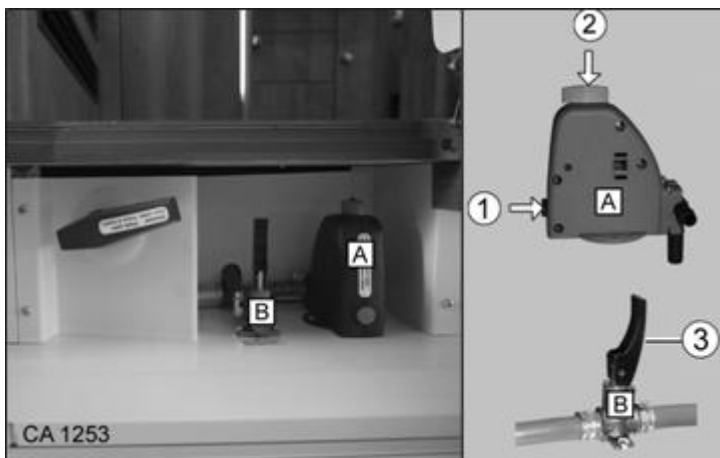

Fig. 121 Robinet de vidange (A) Chauffe-eau/robinets de vidange (B) Circuit hydraulique
Les robinets de vidange (Fig. 121/A et B) sont accessibles par la trappe dans le plancher.
- Placer le culbuteur (Fig. 121/3) des robinets de vidange (Fig. 121/B) uniquement horizontalement ou verticalement. Ne pas les tordre ! Le fait de tordre le culbuteur risque d'endommager le robinet de vidange et va le rendre non étanche. En cas de non-respect, la garantie Carthago prend fin.
1. Fermer le robinet de vidange (Fig. 121/A). Appuyer sur la touche (Fig. 121/1) tout en la verrouillant (Fig. 121/2).
2. Fermer les robinets de vidange (Fig. 121/B). Pour cela, placer les culbuteurs (Fig. 121/3) horizontalement.
3. Ouvrir le robinet de vidange (Fig. 121/A). Pour ce faire, tourner le verrou tournant (Fig. 121/2) dans le sens anti-horaire.
4. Ouvrir les robinets de vidange (Fig. 121/B). Pour cela, placer les culbuteurs (Fig. 121/3) verticalement. Ainsi, le chauffe-eau est vidangé via les robinets de vidange.